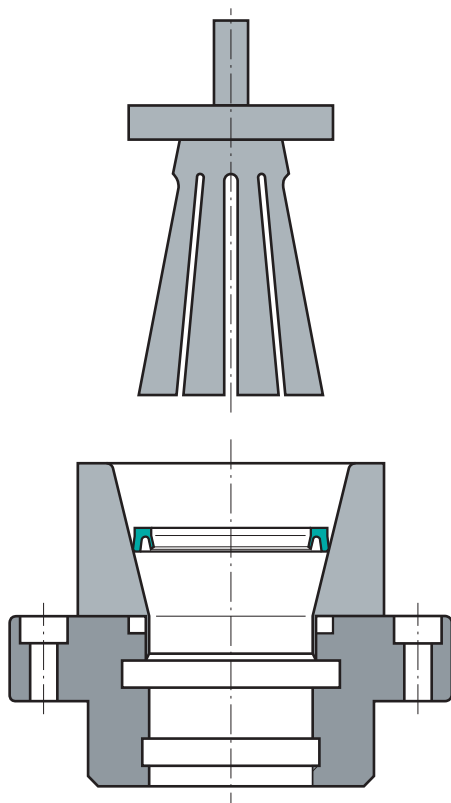

FIGURA 13. Útil de montaje 1 para juntas de vástago.
- El útil de la **figura 13**, permite montar elásticamente juntas de vástago de diámetros nominales comprendidos entre 35 mm (espesor del perfil 5 mm) hasta 80 mm (espesor del perfil 10 mm). Para ello se deforma la junta en forma de riñón y se introduce en el taladro. Al llegar a la altura del alojamiento, se retira el útil de montaje, con lo que la junta queda situada en el interior de su alojamiento. Podemos suministrar este útil bajo pedido.